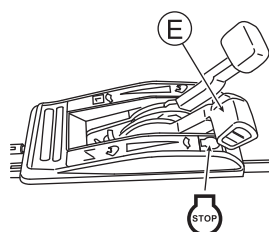

Fig. 20
6 Para interromper ou finalizar o trabalho de corte, retorne a alavanca da embreagem de acionamento (B) e a alavanca da lâmina (C) e, a seguir, coloque a alavanca do acelerador (E) em " " para parar o motor. (Veja a fig. 20)